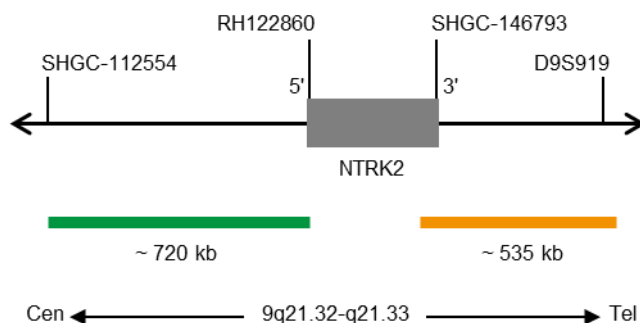

Fig. 1. SPEC NTRK Mapa de la sonda (no está a escala)
- Polinucleótidos marcados en verde (excitación a 503 nm/emisión a 528 nm) ZyGreen (~10 ng/ μ l), dirigidos a secuencias localizadas en 9q21.32-q21.33* (chr9:86,569,621-87,287,312) proximales a la región del punto de ruptura de NTRK2 (ver Fig. 1).
- Polinucleótidos marcados en naranja (excitación a 547 nm/emisión a 572 nm) ZyOrange (~4,5 ng/ μ l), dirigidos a secuencias localizadas en 9q21.33* (chr9:87,589,037-88,124,082) distales a la región del punto de ruptura de NTRK2 (ver Fig. 1).